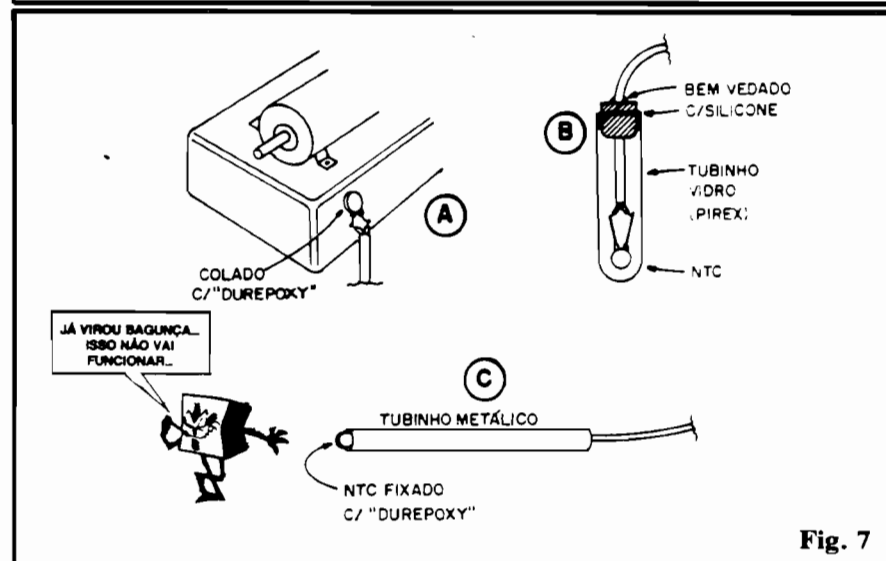

Fig. 7
- - Materiais diversos para proteção e instalação do sensor (TERMÍSTOR). Os detalhes a respeito estão mais à frente, no texto ligado à fig. 7.
- **FIG. 7** - Os diversos tipos (não todos...) de instalação e "proteção" do TERMISTOR, dependendo da aplicação. Em 7-A temos um caso típico de monitoração de temperatura de um objeto ou corpo sólido (uma máquina, por exemplo...). Se a máxima temperatura atingida pelo ponto situar-se em torno de 80°C, o TERMISTOR poderá ser fixado diretamente, com adesivo forte ("durepoxy" ou equivalente). Se a temperatura máxima atingida for superior a tal parâmetro, convém "afastar" o sensor um pouco, através de qualquer artifício mecânico de instalação... Nesse método, o sensoreamento será feito por "irradiação", havendo uma certa "inércia" ou retardo na reação do sensor, porém com funcionamento ainda confiável! Em 7-B temos outro caso específico, para a monitoração da temperatu-
Colocamos, no ambiente, fluido ou objeto, a sonda sensora conveniente (ver fig. 7). Junto, colocamos um bom termômetro (cuja escala de medição permita a visualização do desejado ponto, ou seja, 50°C... Com um conveniente aquecedor (resistência, lâmpada incandescente, ou até fogo mesmo, dependendo do caso...), elevamos a temperatura até que se atinja o ponto parametrado (50°C). Atingida essa marca, atuamos sobre o potenciômetro da MP-21, inicialmente girando o potenciômetro até obter o "apagamento" dos LEDs indicadores... Em seguida, lentamente, giramos o **knob** do potenciômetro, em sentido oposto, **PARANDO O AJUSTE EXATAMENTE NO PONTO ONDE OS LEDs COMEÇAM A MANIFESTAR O SEU "PISCA-PISCA"!**